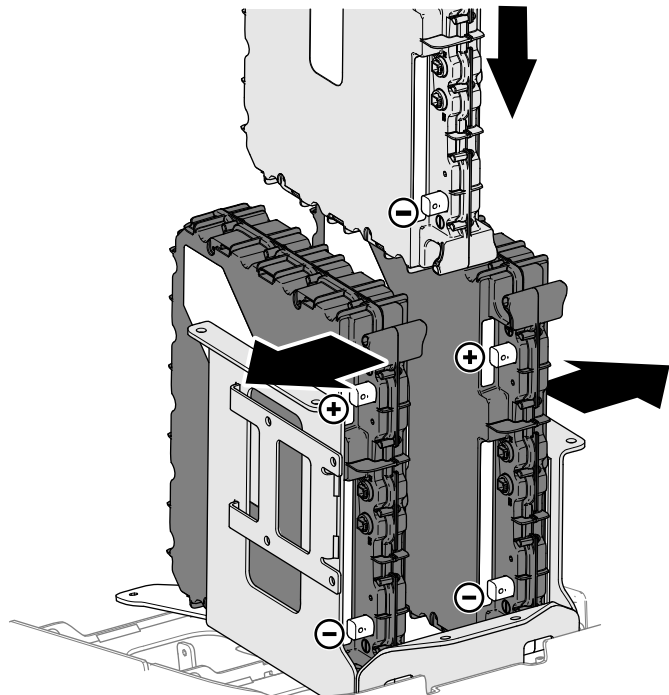

Figur 12
- A. Fjern hetten (Figur 12) fra de positive polene.